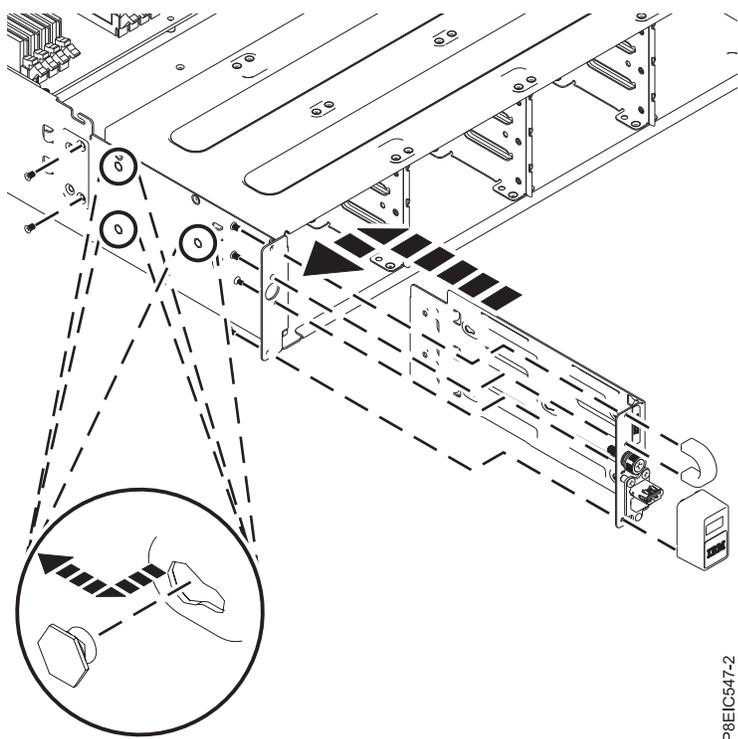

Figura 111. Sustitución de USB frontal y cable
3. Inserte el USB frontal y cable en el chasis, tal como se muestra en Figura 111.
4. Alinee el conjunto USB con las patillas del interior del chasis, después deslice el conjunto USB hasta la parte posterior del alojamiento para fijarlo a las patillas, tal como se indica en Figura 111.
5. Sustituya los dos tornillos que fijan el conjunto USB al lateral del chasis, tal como se muestra en Figura 111.
6. Sustituya los cuatro tornillos que unen el frontal USB y el asa, tal como se muestra en Figura 111.